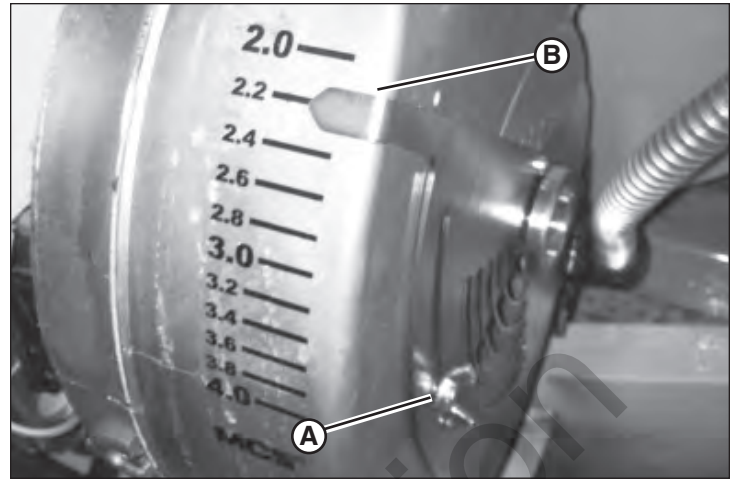

Figure 23
5. Le registre est situé en dessous de la boîte d'alimentation. Desserrer l'écrou à oreilles (A, Figure 23) et régler le registre en déplaçant le pointeur (B) au chiffre de réglage indiqué sur l'affichage. Serrer l'écrou à ailettes.